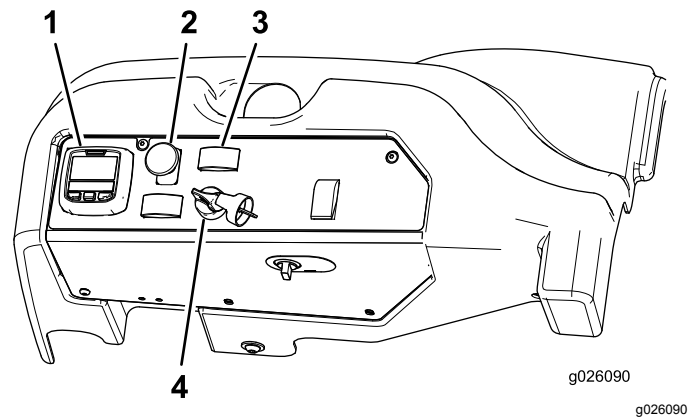

Figure 21
4. Placez la commande de prise de force (PDF) en position DÉSENGAGÉE (Figure 21).